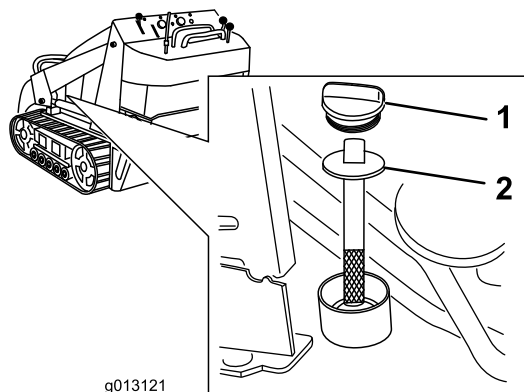

Figura 17
5. Pulite la zona intorno al collo del bocchettone del serbatoio idraulico (Figura 17).
6. Togliete il tappo dal collo del bocchettone e controllate il livello del fluido sull'asta di livello (Figura 17).